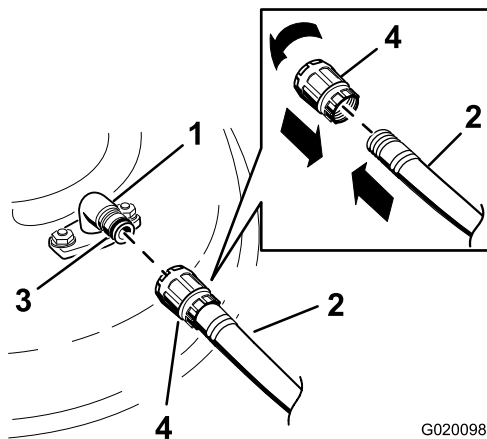

Figura 66
3. Conecte el acoplamiento de la manguera al extremo del conector de lavado del cortacésped, y abra el grifo al máximo (Figura 66).